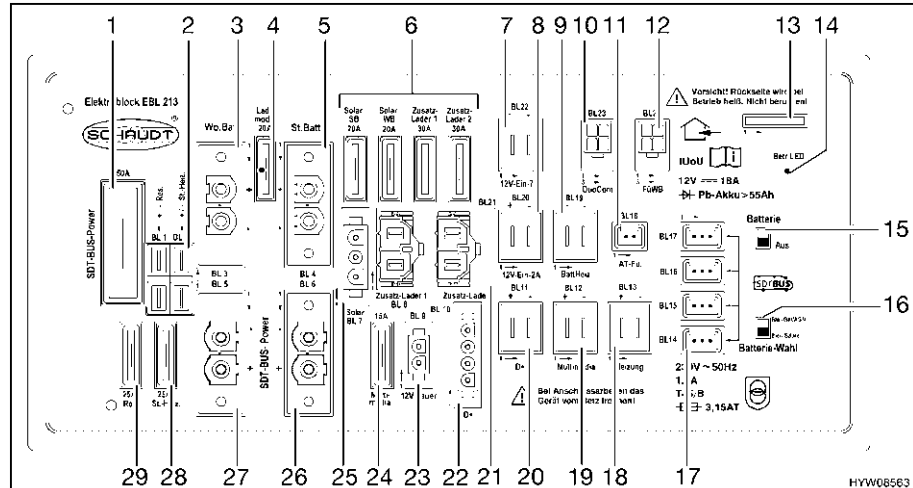

Fig. 100 Centralina elettrica (EBL 213)
- Portare l'interruttore staccabatteria (Fig. 100,15) sulla centralina elettrica EBL 213 in posizione "Aus" (spento).
- Portare l'interruttore staccabatteria (Fig. 100,15) sulla centralina elettrica EBL 213 in posizione "Ein" (acceso).